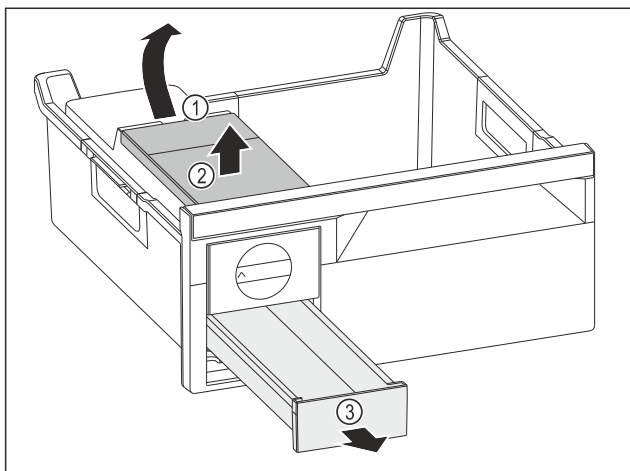

Fig. 171
- ▶ Watertank wegnemen: Watertank bij de uitsparing Fig. 171 (2) optillen.
- ▶ Watertank Fig. 171 (2) naar boven toe wegnemen.
- ▶ IJsblokjesvak Fig. 171 (3) naar voren toe wegnemen.